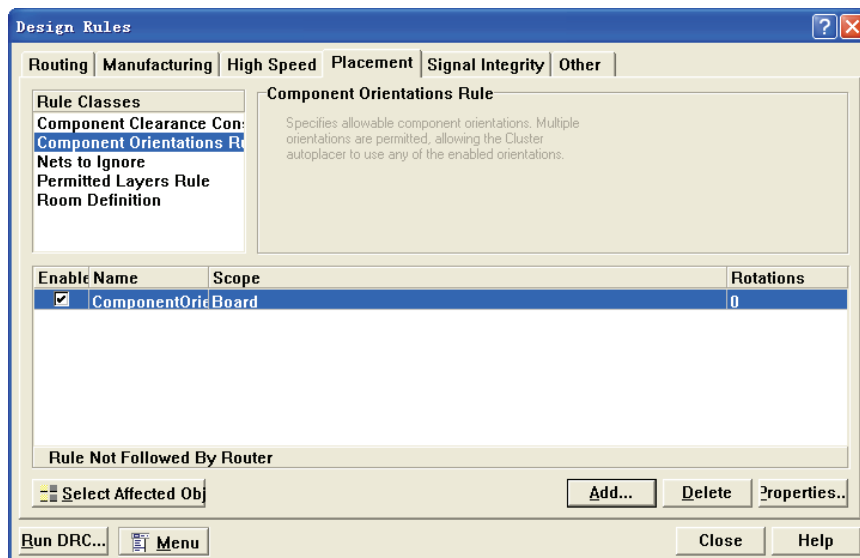
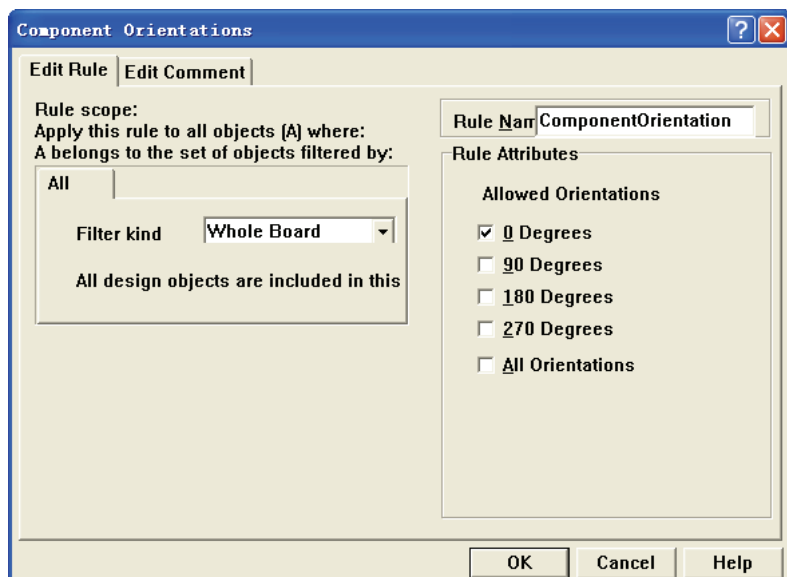

图 8-19 “Component Orientations Rule”规则设置项
图 8-20 “Component Orientations” 规则属性对话框
- “Component Orientations Rule”（元件布局方向规则）选项：设置 PCB 上元件允许的旋转角度，如图 8-19 所示为该项设置的对话框，在该对话框中可以设置 PCB 上所有元件允许出现的旋转角度。单击 **Properties..** 按钮，系统弹出属性设置对话框，如图 8-20 所示。